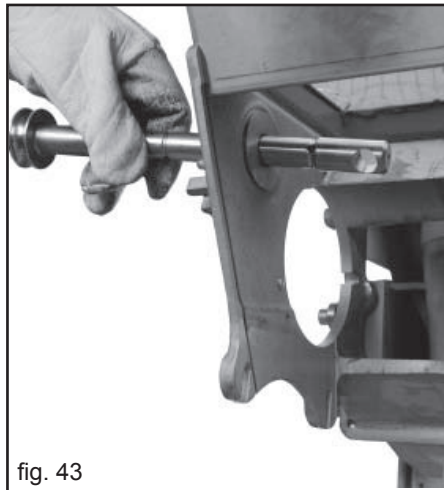

fig. 43
- 3) Rührwelle (Abb. 43) nach aussen ziehen, darauf achten dass das Lager und die Deckscheibe auf der Gegenseite nicht herausfallen.